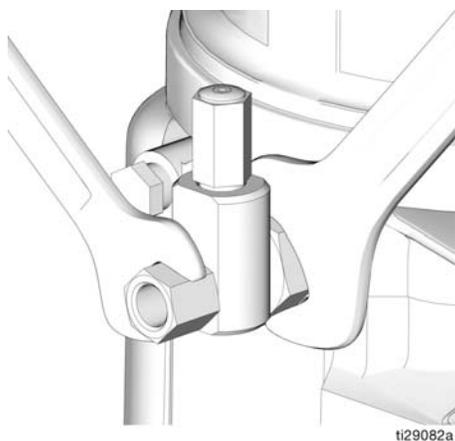

図 30
1. ポンプ・エレメントの取り付け金具を締める (図 30)。
3. 反対方向に働く二本のレンチを使用してポンプ・エレメントの取り付け金具を締めて下さい (図 30)。